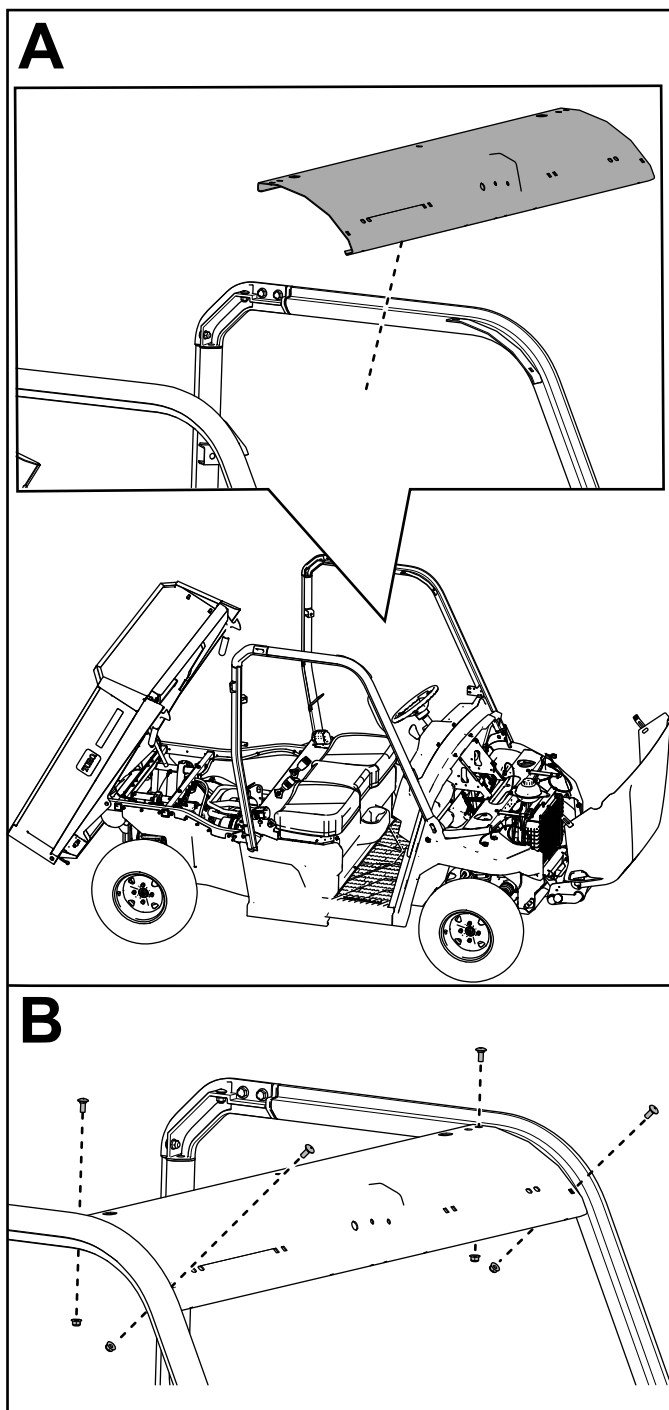

Figura 16
11. Fije el enlace transversal delantero a los conjuntos de barras antivuelco delanteras con 4 pernos de cuello cuadrado ($5/16"$ x $3/4"$) y 4 contratueras ($5/16"$), tal y como se muestra en la Figura 16.